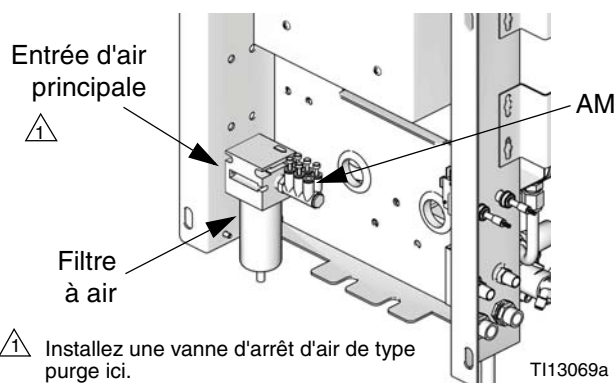
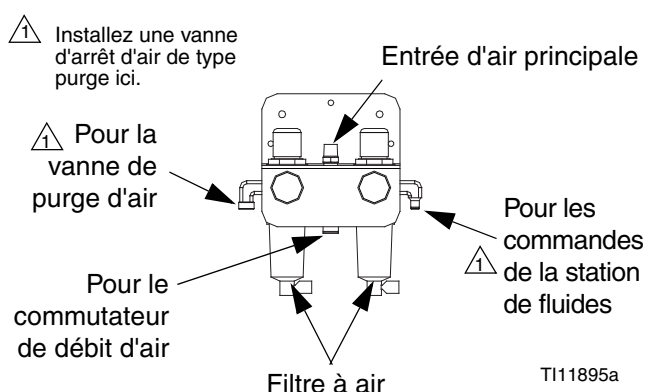

FIG. 7 : entrée de l'alimentation d'air murale
FIG. 8 : RoboMix Commandes d'alimentation en air
2. Installez une vanne d'arrêt d'air de type purge dans l'entrée du filtre à air de commandes. Voir FIG. 7 pour les système de Montage mural et FIG. 8 pour les systèmes RoboMix.
Utilisez une conduite d'alimentation en air de purge indépendante pour la vanne de purge d'air (APV). Ne raccordez pas la vanne de purge d'air sur l'alimentation d'air principale de l'appareil ou sur le collecteur d'air (AM, FIG. 7) pour ne pas salir avec du produit les électrovannes, les conduites d'air ou l'alimentation d'air principale de l'appareil en cas de défaillance dans la vanne de purge d'air (APV) ou du clapet antiretour (CV).